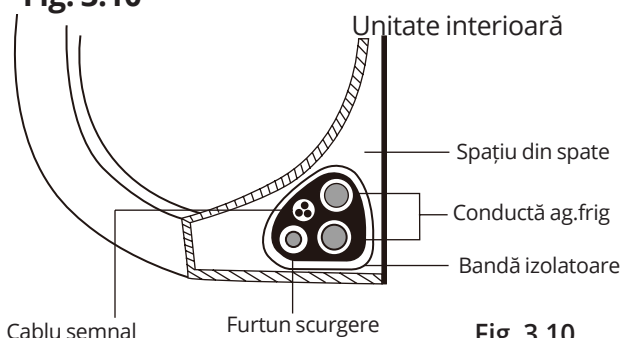

Fig. 3.10
- Strângeți furtunul de scurgere, conducta de agent frigorific și cablul de semnal conform **Fig. 3.10**
- Utilizând bandă izolatoare, înfășurați strâns cablul de semnal, conductele de agent frigorific și furtunul de scurgere. Verificați de două ori ca toate acestea să fie strânse conform cu **Fig. 3.10**.